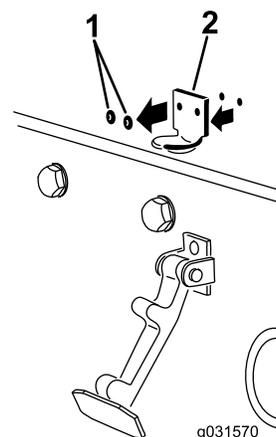

Рисунок 6
- Выверните два болта крепления кронштейна фиксатора капота к капоту (Рисунок 6).